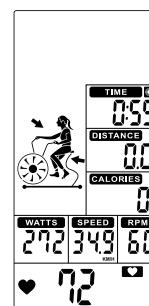

Figure 40
- ③ Der voreingestellte Zeitwert zählt abwärts, die Werte für DISTANZ, KALORIEN, WATTEN, SPEED und RPM beginnen aufwärts zu zählen. (Abbildung 40)
- ④ Drücken Sie die START-Taste einmal, um in den PAUSE-Modus zu gelangen. Der Summer ertönt innerhalb von 30 Sekunden für 0,5 Sekunden. Alle Werte werden auf dem LCD-Display angezeigt und blinken alle 2 Sekunden. Wenn Sie das Training für 5 Minuten unterbrechen, ertönt der Summer 2 Sekunden lang und Sie gelangen in den Aufwachmodus. Drücken Sie START, um das Training fortzusetzen.
- ⑤ Keine Signaleingänge für 30s, Summer ertönt 1 kurzer Piepton und Übergang in den Wake-up-Modus.
- ③ Preset TIME value counts down , DISTANCE, CALORIES, WATTS, SPEED, RPM start to count up. (Figure 40)
- ④ Press START button once enter into PAUSE mode, Buzzer will sound for 0.5s per second within 30s. All values are displaying on LCD and flashing in every 2s. If continue to stop training for 5 minutes, buzzer sounds 2s and enter to Wake-up mode. Press START to resume workout.
- ⑤ No signal inputs for 30s, buzzer sounds 1 short beep and enter to Wake-up mode.